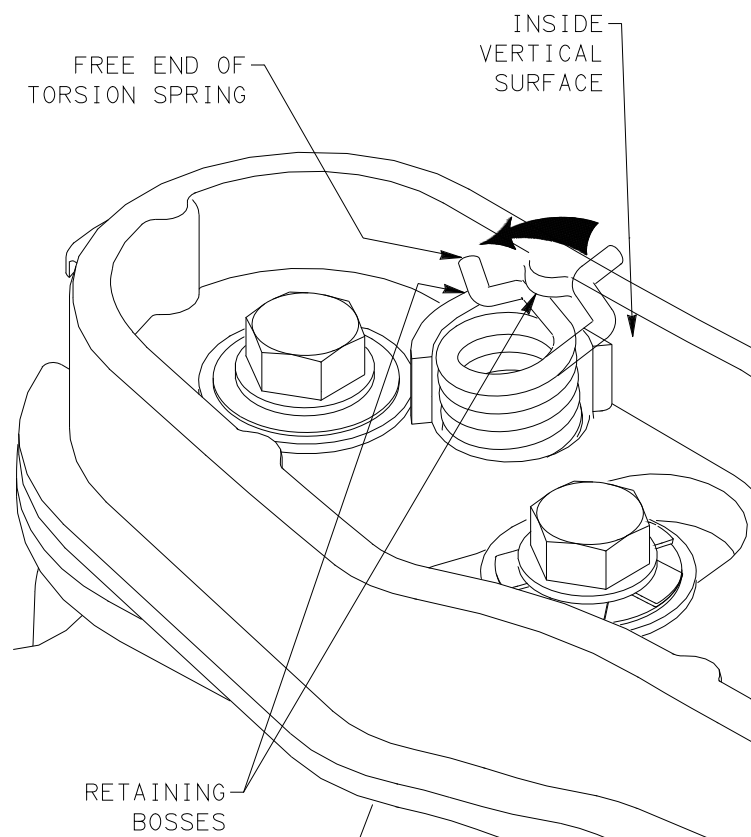

FIGURE 5
- ✗. GRASP FREE END OF TORSION SPRING WITH PLIERS. LOAD TORSION SPRING BY TWISTING SPRING AND POSITIONING FREE END OF TORSION SPRING AGAINST INSIDE VERTICAL SURFACE BETWEEN RETAINING BOSSES. SEE FIGURE 5.